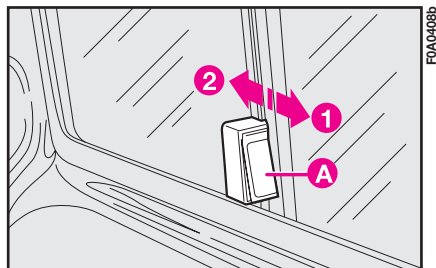

fig. 102
1) Sbloccare il finestrino scorrevole premendo e mantenere premuto il tasto **A**-fig. 102.
2) Spingere il vetro nel senso indicato dalla freccia (1), fino a raggiungere l'apertura desiderata.
3) Per chiudere, spingere il vetro scorrevole nel senso indicato dalla freccia (2) fino ad avvertire lo scatto di bloccaggio del tasto.